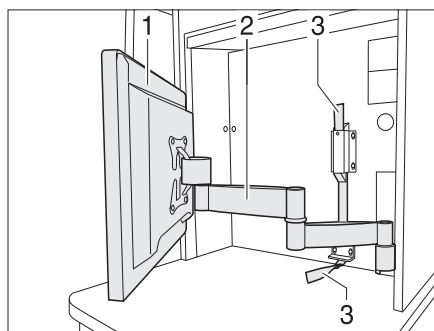

Fig. 58 Ecran plat à bras articulé
- Tirer sur le ruban textile (Fig. 58,3) pour déverrouiller le bras articulé (Fig. 58,2).
- Faire pivoter l'écran plat (Fig. 58,1) dans la position désirée.